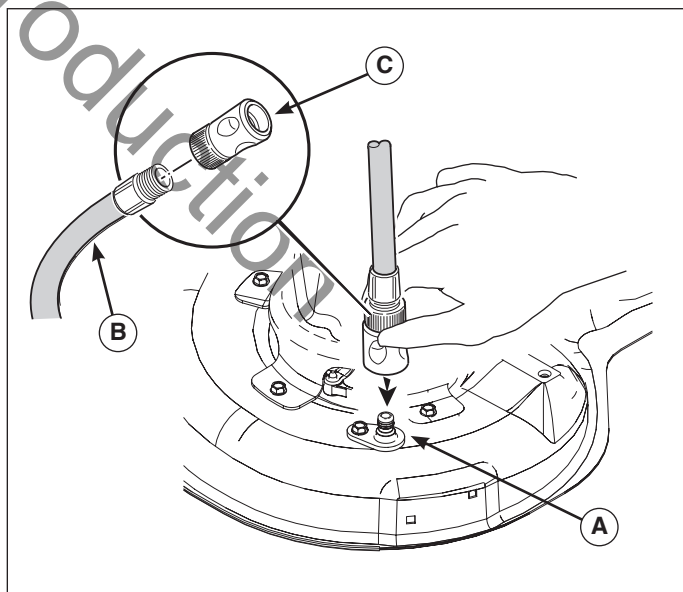

Figura 23
2. Conecte la desconexión rápida (A, Figura 23) a la manguera de jardín (B) y conéctela al puerto de lavado (C) en la cubierta del cortacésped.